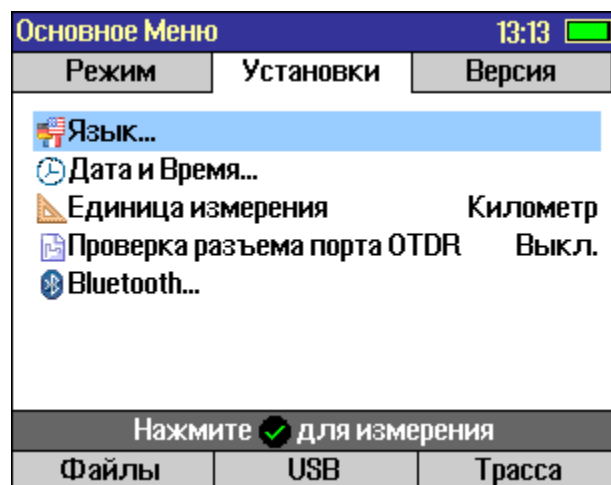

Рис.11
9.3.7. Основное меню: закладка «Установки» (экран общих установок), рис. 11.